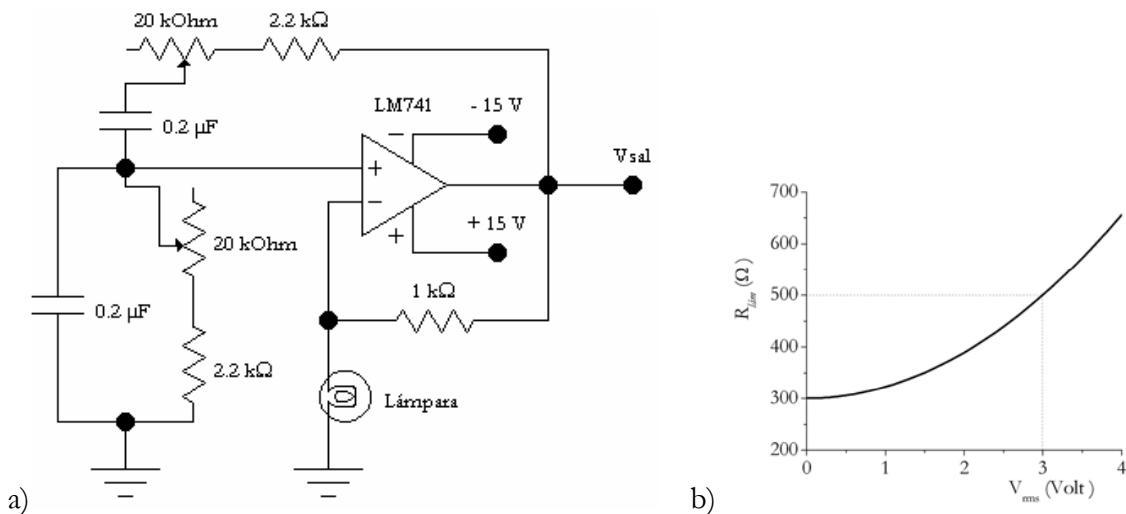

Figura 1
1. El oscilador en Puente de Wien de la figura 1 a) tiene dos potenciómetros que le permiten variar la frecuencia de oscilación.
- b) Calcule la tensión de salida pico a pico si la lámpara de tungsteno tiene las características mostradas en la figura 1 b).